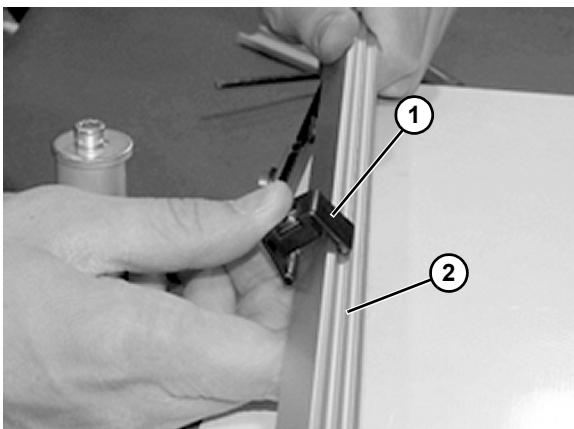

Figura 33
4. Encaje el clip (**Figura 33, parte 1**) sobre el riel guía (**Figura 33, parte 2**)